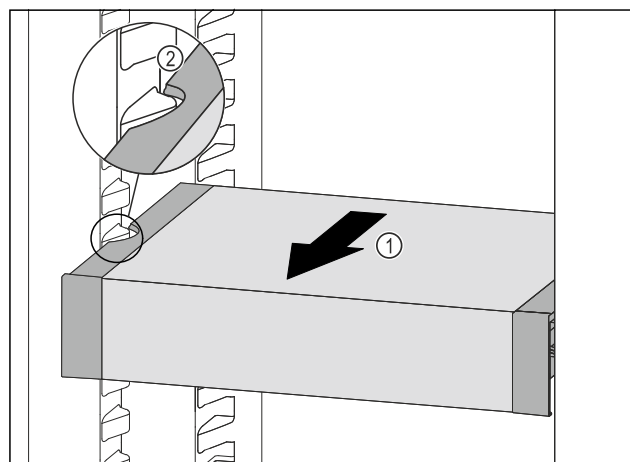

Fig. 121
- ▶ Trageți în față VarioSafe Fig. 121 (1), până când degajările laterale ale VarioSafe se află la înălțimea nervurii recipientului din frigider. Fig. 121 (2)